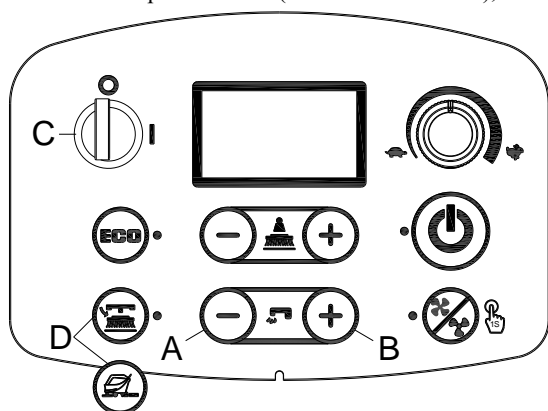
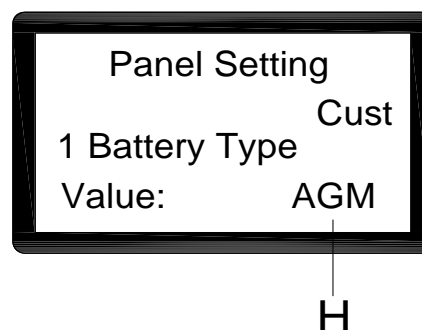

Figura 5
Figura 6
1. Pressionar o botão de fluxo de água "+" (A, Figura 5) e "-" (B, Figura 5) ao mesmo tempo.
2. Inserir a chave de ignição (C, Figura 5) e girar para "I".
3. Alguns segundos depois, entrar no ecrã de seleção do modo de bateria (Figura 6)
4. Pressionar o botão de fluxo de água "-" (A, Figura 5) e "+" (B, Figura 5) para seleccionar o modo de bateria (H, Figura 6)
5. Pressione o botão de libertação para a versão do disco ou o botão de preparação do pavimento para a versão orbital (D, Figura 5), 3 segundos depois, mostrar "Atualização OK" significa que a configuração foi bem-sucedida; ligar para reiniciar. (C, Figura 5)